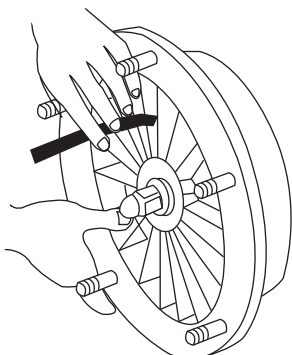

Fig. 31 Holgura entre el rodete y el cuerpo
1. Mida la holgura entre el rodete y el cuerpo con una galga de espesores (Fig. 31 «Holgura entre el rodete y el cuerpo»).